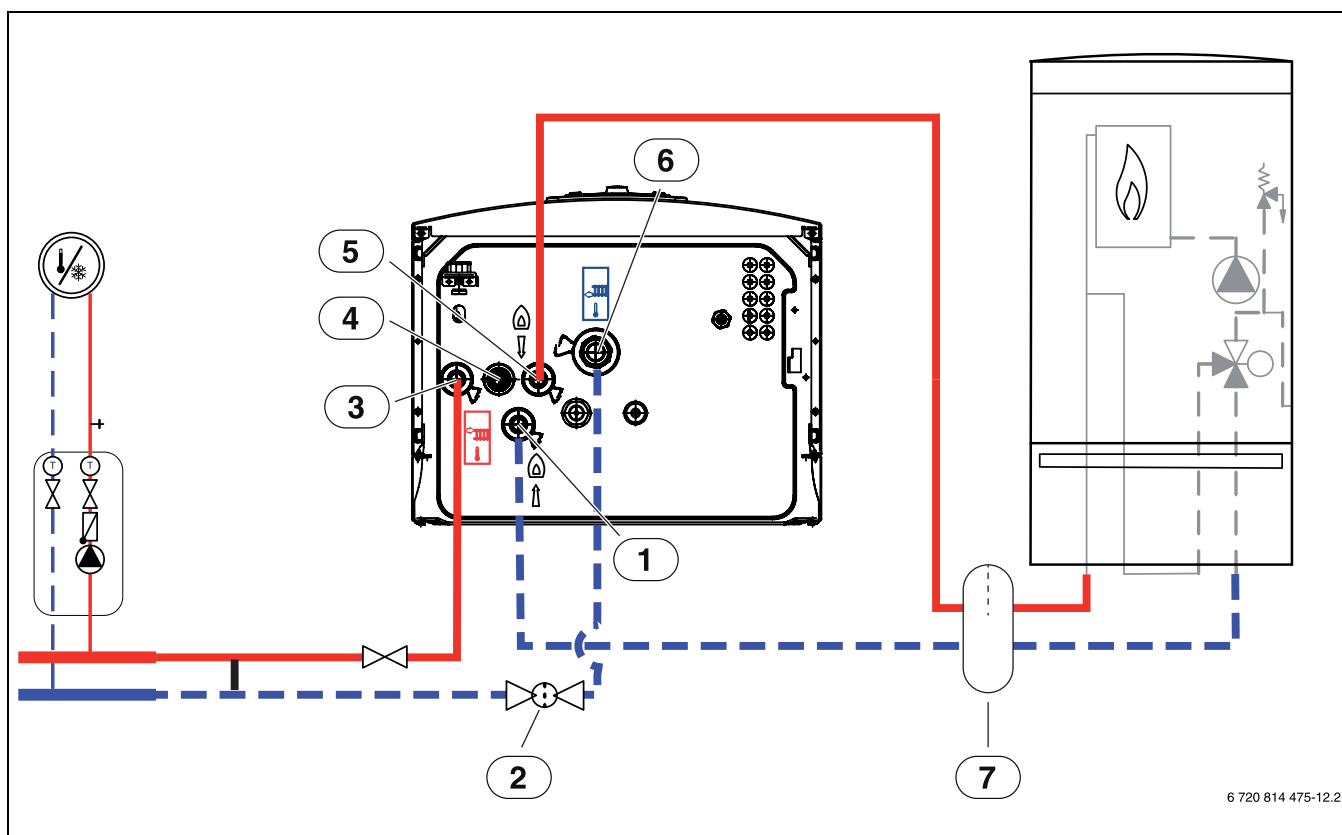

Рис. 7 Подключение внутреннего блока со смесителем для отдельного нагревателя к отопительной системе и дополнительному нагревателю
1. Проложите слив предохранительного клапана от [4], рис. 7, вниз в незамерзающий сток.
2. Подключите обратную линию к дополнительному нагревательному элементу [1], рис. 7.
3. Подключите подающую линию от дополнительного нагревательного элемента к [5], рис. 7.
4. Подключите подающую линию отопительной системы к [3], рис. 7.
5. Подключите обратную линию отопительной системы к [6], рис. 7.